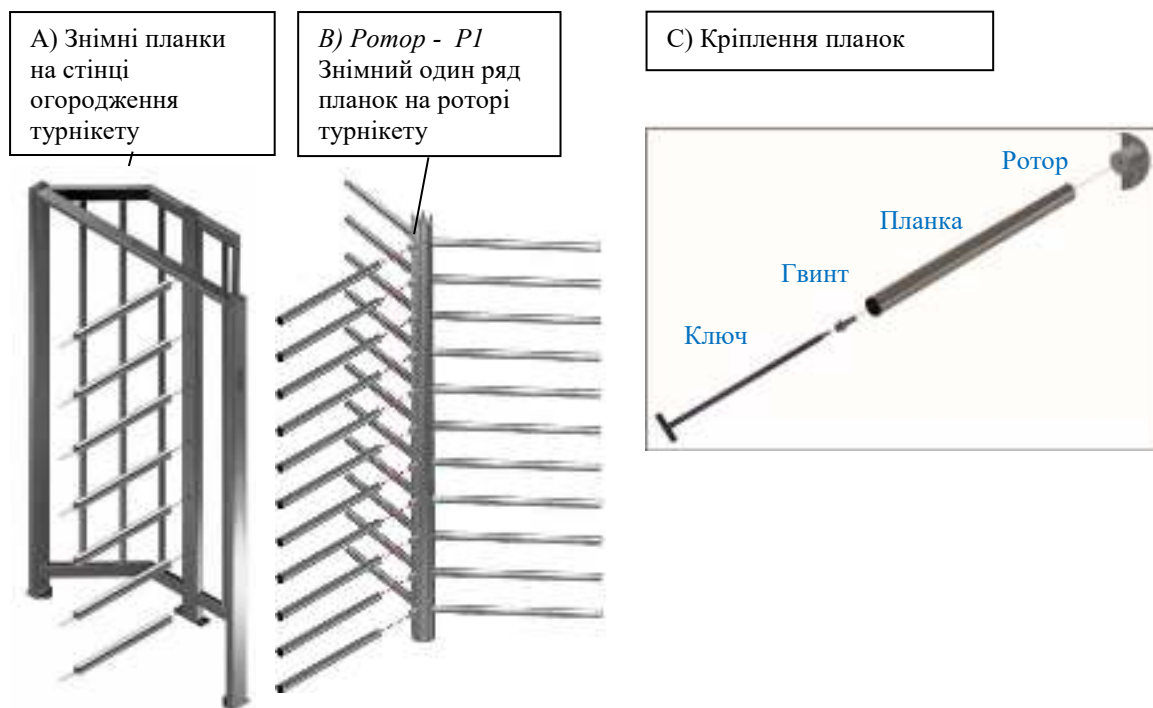

Рис.9 – Складання основних елементів та встановлення планок турнікету
- На стіну огороження встановити ряд повідців (гребінку), використовуючи подовжений шестигранний ключ (входить до комплекту постачання при розібраному вигляді турнікету (рис.9 С)) і закріпити гвинтами;